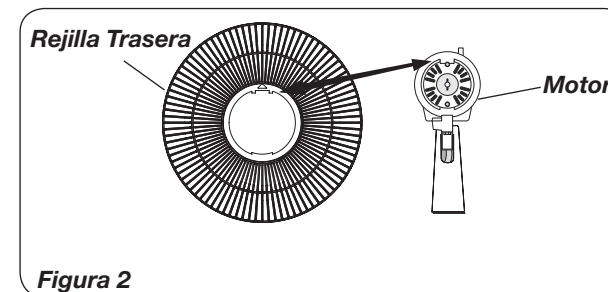

Figura 2
2. Alinear la lengüeta de la *Rejilla Trasera* con la ranura en la parte superior de la cubierta delantera del *Motor*. (Figura 2)